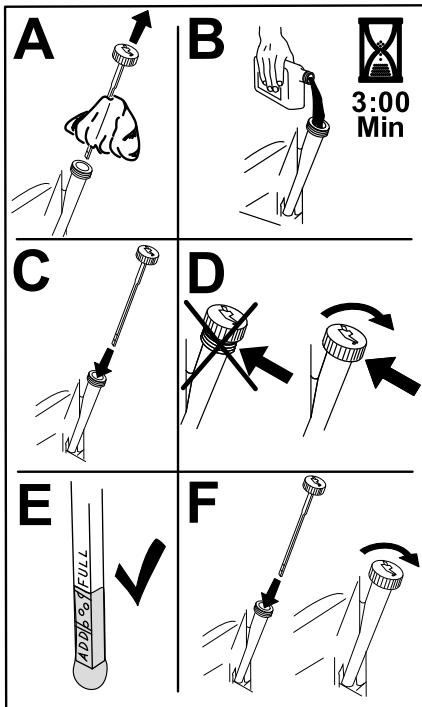

Bild 43
- Gießen Sie langsam ungefähr 80 % der angegebenen Ölsorte in den Einfüllstutzen und füllen Sie dann vorsichtig mehr Öl ein, um den Ölstand an die Voll-Markierung zu bringen (Bild 43).